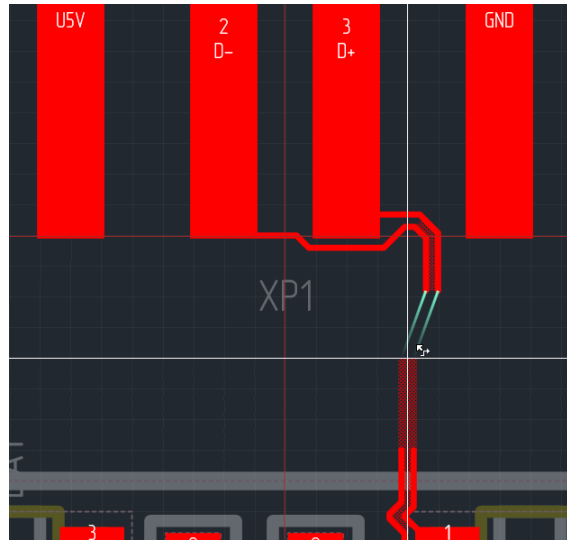

Рис. 339 Соединение двух участков диффпары
- Построить необходимое схождение как начальное, а затем соединить два участка линии, см. Рис. 339 (см. раздел Продолжение незавершенной диффпары).